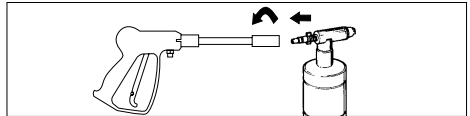

Figure 11 – Attach applicator to gun
4. Una el aplicador de detergente a la pistola (ver Fig. 11).